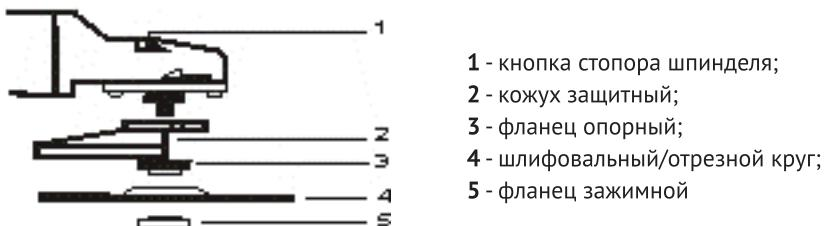

рис. 2
2.2.1 Выбрать круг (рис.2 поз.4), для предполагаемого вида работы, и зажимным фланцем (рис.2 поз.5) зафиксировать его, с помощью входящего в комплект ключа, на шпинделе.
3.3 Для монтажа рабочего круга (рис.2 поз.4) отключите от сети штепсельную вилку шлифмашины. Зафиксирував шпиндель нажатием кнопки (рис.2 поз 1) механизма стопора, установите круг в соответствие с рис.2. Для закручивания зажимного фланца (рис.2 поз.5) используйте ключ, имеющийся в комплекте поставки. Не прилагайте чрезмерного усилия при затяжке. Проверьте вращение шпинделя с кругом (вращение должно быть свободным).
3.5 В случае затруднения демонтажа рабочего круга, во избежание поломки стопора (рис.2 поз.1), используйте гаечный ключ для удержания шпинделя шлифмашины.